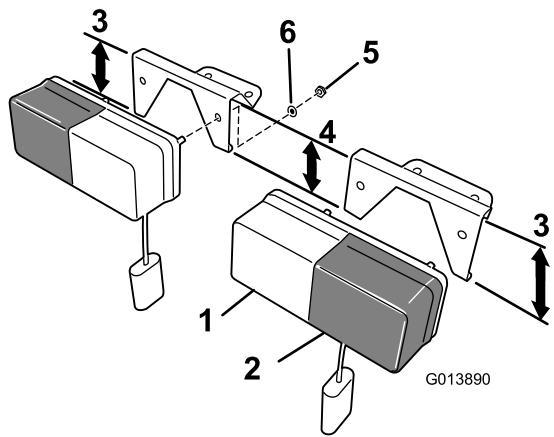

Bild 12
- Ermitteln Sie die Halterungen für den linken und rechten Blinker. Sie können die Halterungen mit dem Winkel der Kopfplatte und einem längeren Standfuß, der immer außen ist, unterscheiden (Bild 12).
- Ordnen Sie jeden Blinker der entsprechenden Halterung zu, sodass die gelbe (Blinker) Lampe immer außen ist (Bild 12).